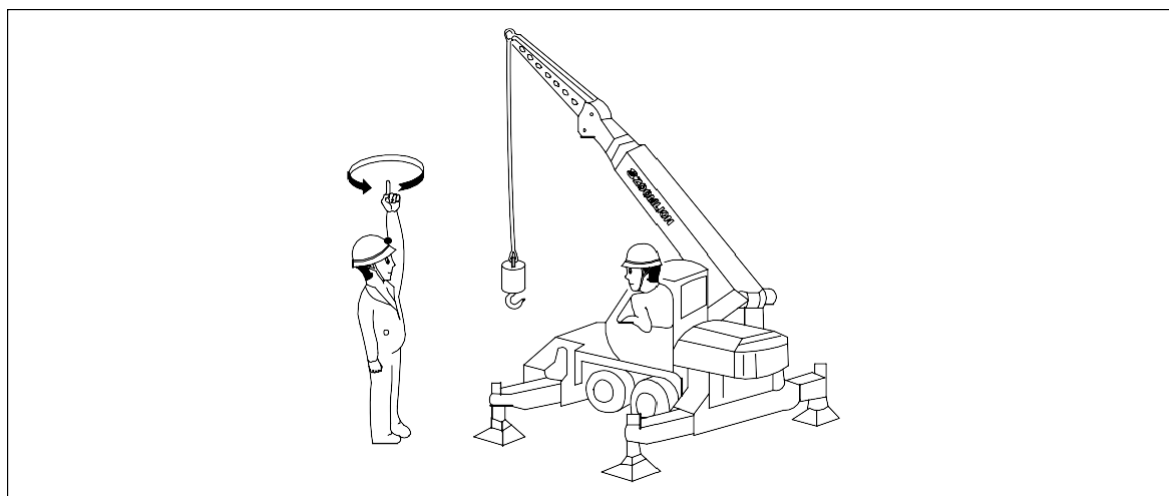

Figura 7-51 Sinal Manual - Posição de Recolhimento
- Ao remover o gancho auxiliar e colocá-lo na posição de armazenamento, obedeça aos sinais manuais do pessoal de sinalização. Consulte a figura 7-51.